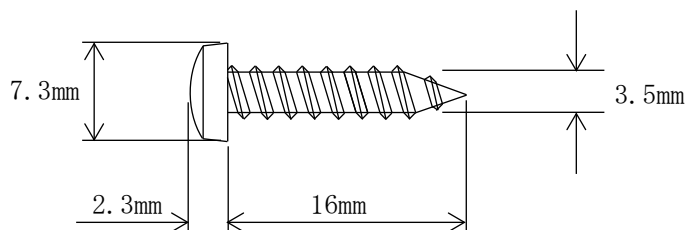

図 3-17 タッピングネジの寸法図
- 十字穴付(+) A バインドタッピングネジ × 4 個 (図 3-17 参照 お客様にてご準備ください。)